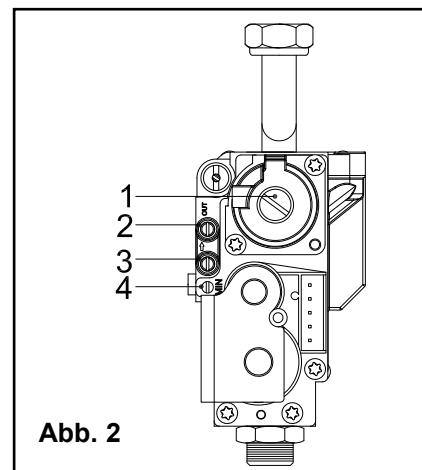

Abb. 2
- danach wird für 10 Sekunden der Gas-Minimaldruck bei Messstelle 2 (Abb. 2) angezeigt.